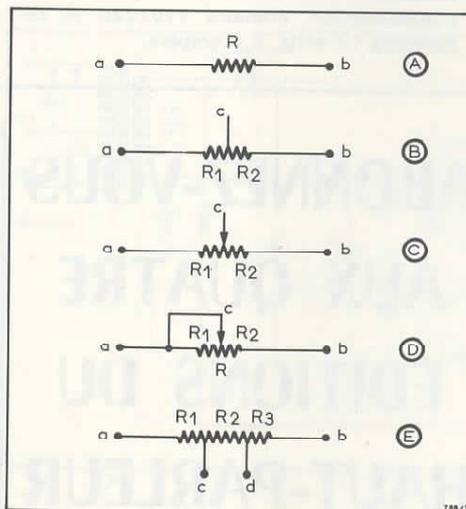

Fig. 1
On a vu précédemment que les résistances fixes possèdent deux extrémités comme on le voit en (A) figure 1. En (B) on a représenté une résistance a b avec une prise c effectuée en un point déterminé de la résistance.
En (C) figure 1, on a reproduit le dessin (B) mais le point c est un *curseur* qui frotte sur la matière résistante et peut glisser le long de celle-ci.
Voici maintenant en (D) figure 1 un moyen de réaliser une résistance réglable. A cet effet il a suffi de réunir par une connexion les points a et c. De ce fait, en tout moment,  $R_1 = 0$  et  $R = R_2$ . Si le curseur glisse